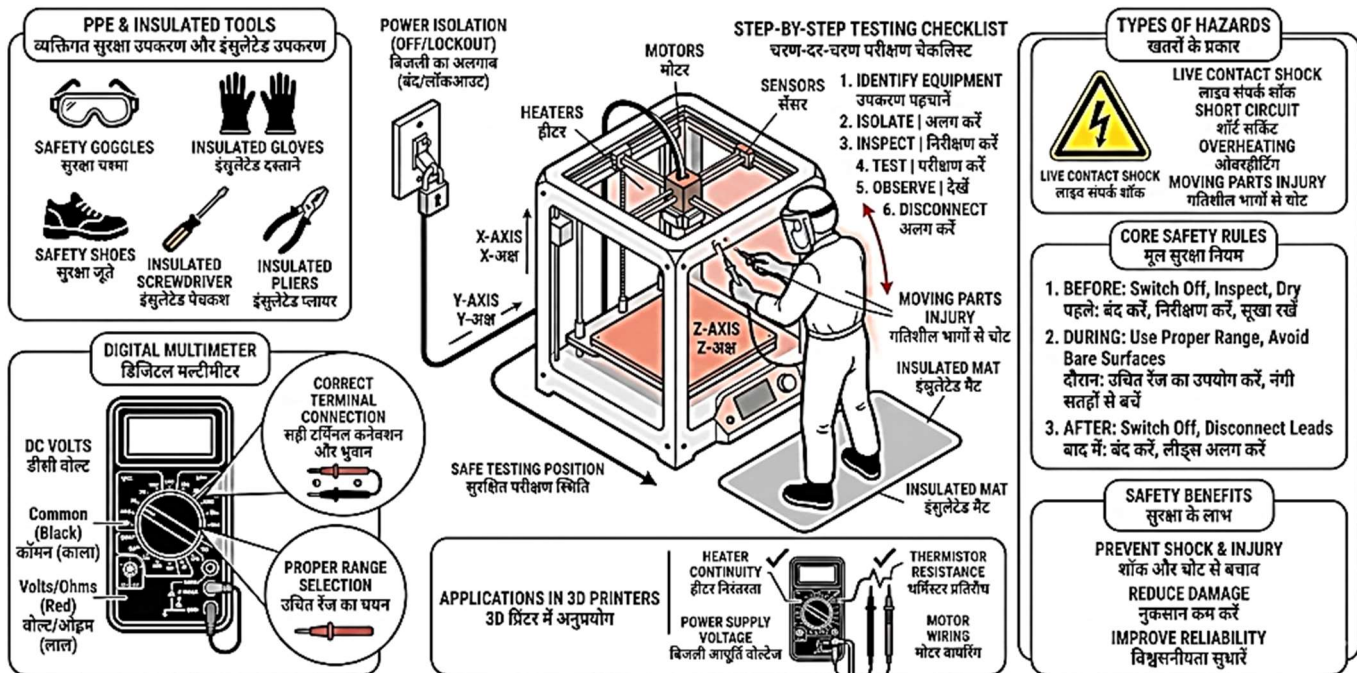

Fig. 16.4: Electrical Safety Procedures for Examination and Testing | परीक्षण और जाँच के लिए विद्युत सुरक्षा प्रक्रियाएँ
16.4.1 Definition and Importance of Electrical Safety in Examination and Testing Work (Fig. 16.4)
16.4.1 परीक्षण एवं निरीक्षण कार्य में विद्युत सुरक्षा की परिभाषा एवं महत्व (Fig. 16.4)